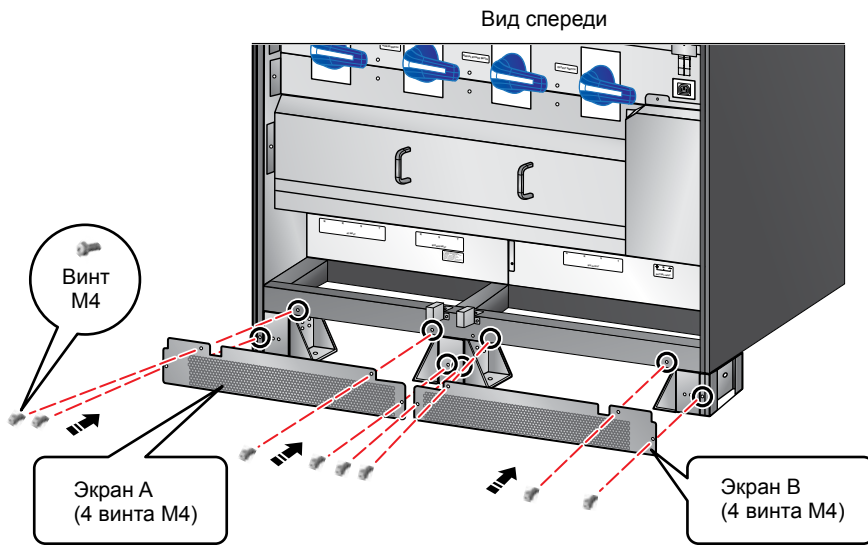

Рис. 5-4. Установка экранов для защиты от грызунов спереди ИБП
1. Спереди ИБП установите экраны А и В, как показано на **Рис. 5-4**.